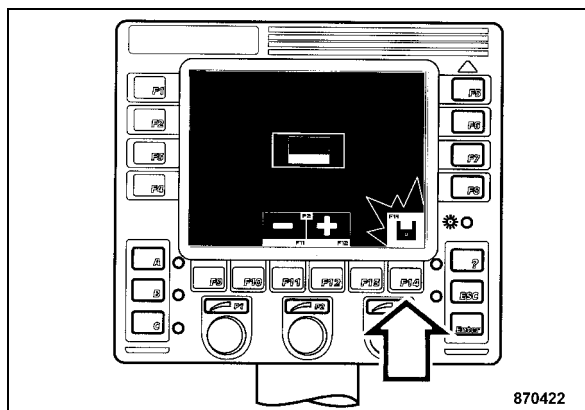

Fig. 83
- Pulsar la tecla "F14" para memorizar el idioma enfocado (Fig. 83). Para confirmación, en la pantalla se ilumina brevemente el símbolo "memorizar" en verde.